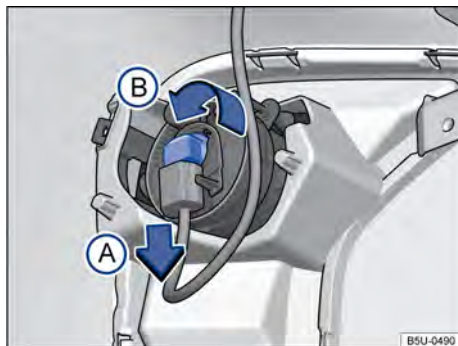

Fig. 137 Detrás del paragolpes delantero: acceso a la lámpara incandescente del faro de neblina.
- 2 Desenganchar el conector de alimentación de la lámpara → **fig. 137** en el sentido de la flecha **A**, y presionar, al mismo tiempo, la traba de fijación del conector.
- 3 Girar el portalámparas → **fig. 137**, en el sentido antihorario de la flecha **B**, y desengancharlo del alojamiento.
- ⑧ Cerciorarse de que el portalámparas esté correctamente fijado en el conjunto.
- ⑨ Encajar el conector de alimentación de la lámpara.